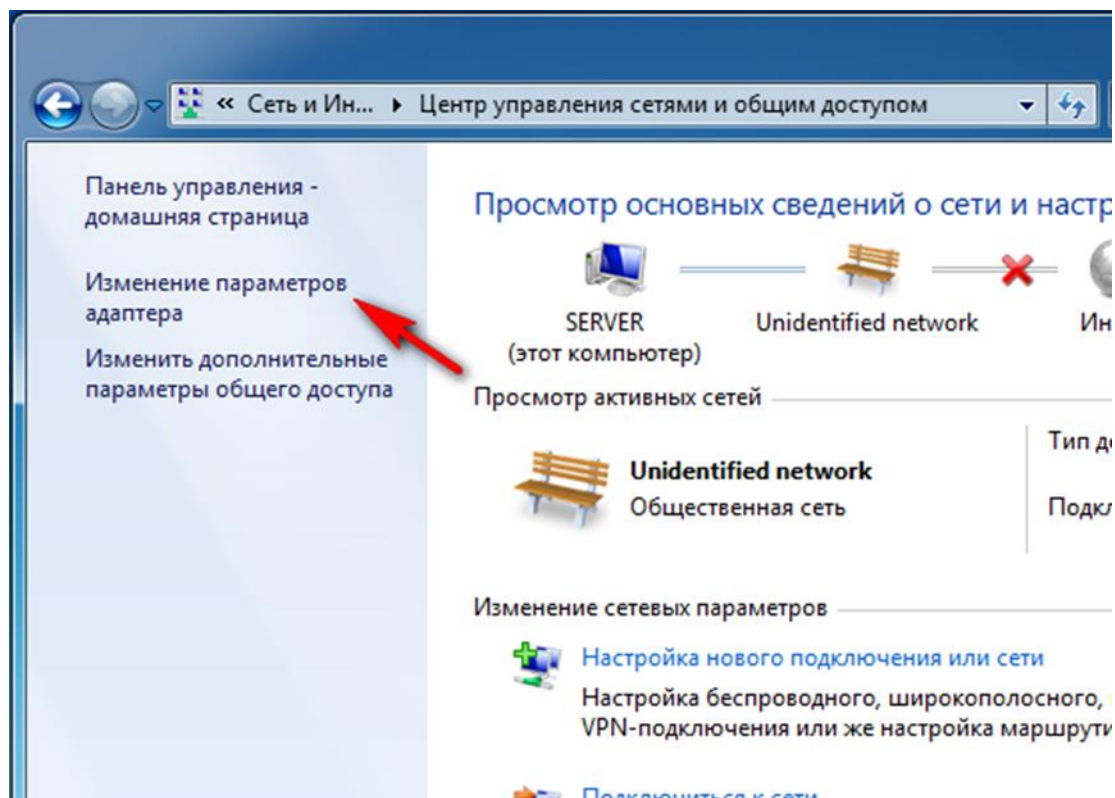

Рисунок 13.
- б) в списке команд выбрать пункт «Изменение параметров адаптера» (см. рисунок 13);